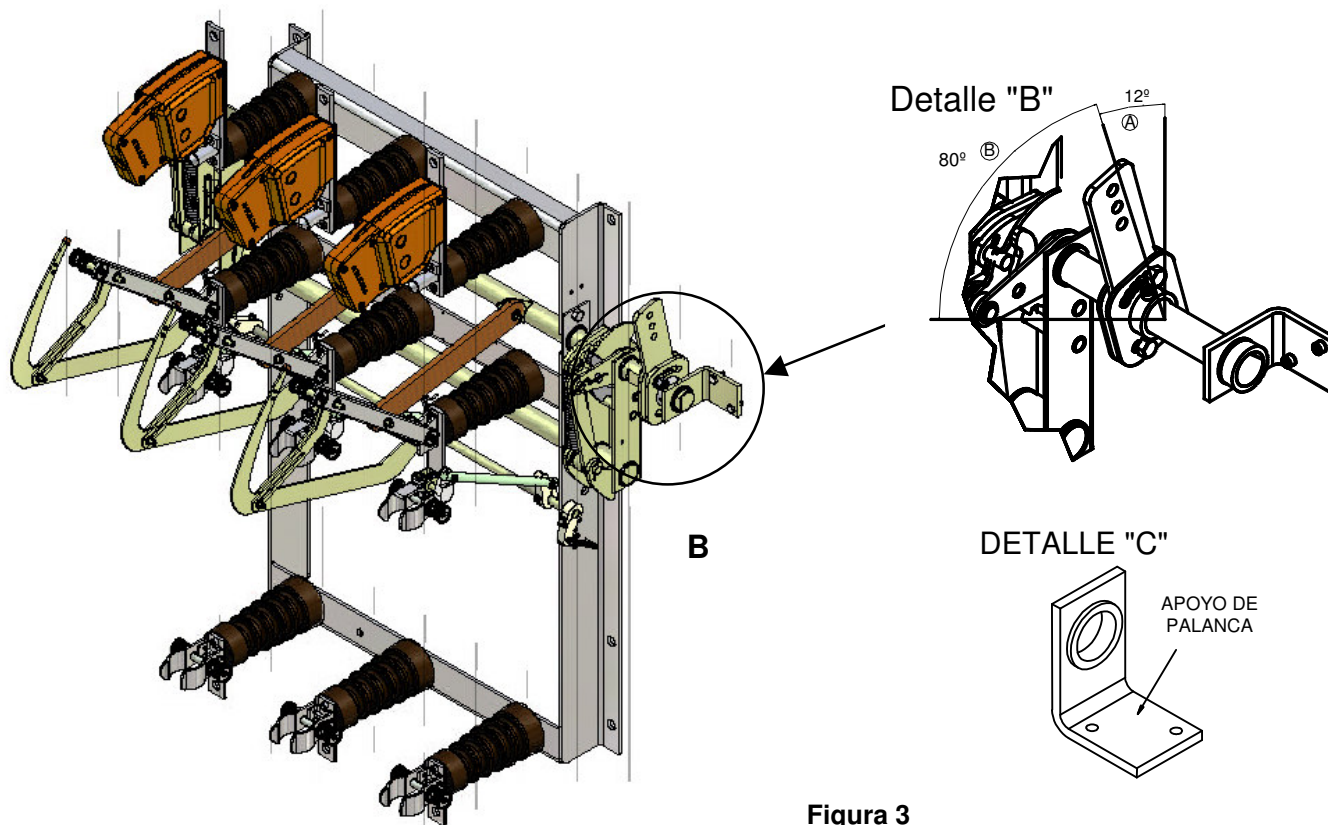

Figura 3
9. En los equipos de 38 kV, se debe instalar el **apoyo de palanca** (Figura 3 detalle "C") para evitar flexiones del accionamiento y por consiguiente problemas de operación en el equipo. Es importante que al momento de instalar la palanca de accionamiento ésta conserve un ángulo de 12° con respecto a la vertical (Figura 3 detalle "B").